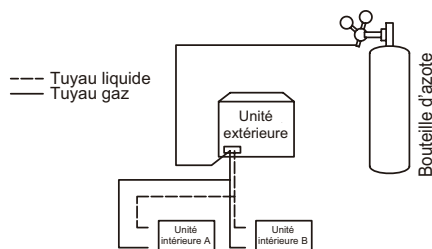

Fig.5.34
4. Utilisez des bouchons borgnes pour bloquer toutes les ouvertures côté liquide (gaz), à l'exception de l'ouverture de l'unité intérieure qui est la plus éloignée des unités extérieures (« Unité intérieure A » sur la Fig.5.34).